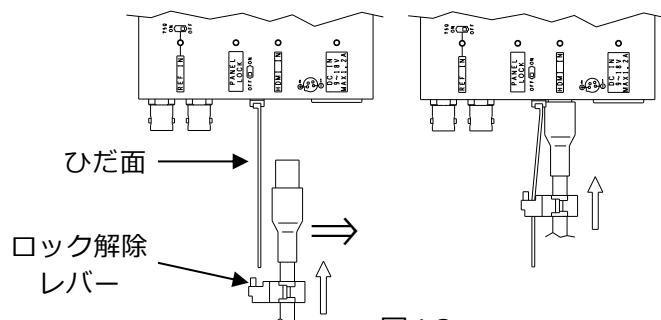

図4-3
- 3) ケーブル抜け止めをケーブルクリップに通し、HDMI ケーブルを HMS-30H 本体に接続します。この時、ケーブル抜け止めの「ひだ」がある面を、ロック解除レバーがある側にします。(図 4-3)